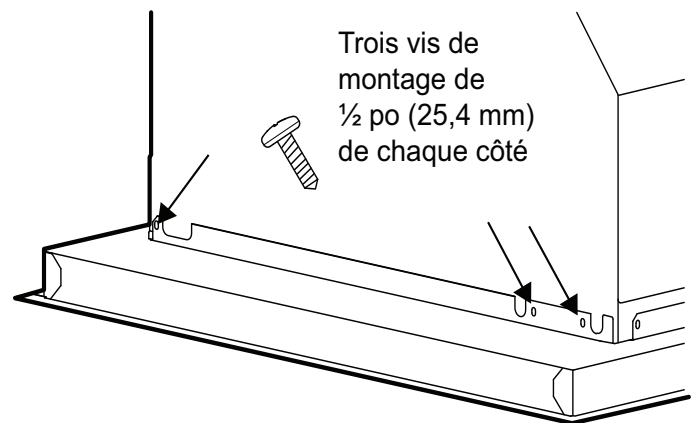
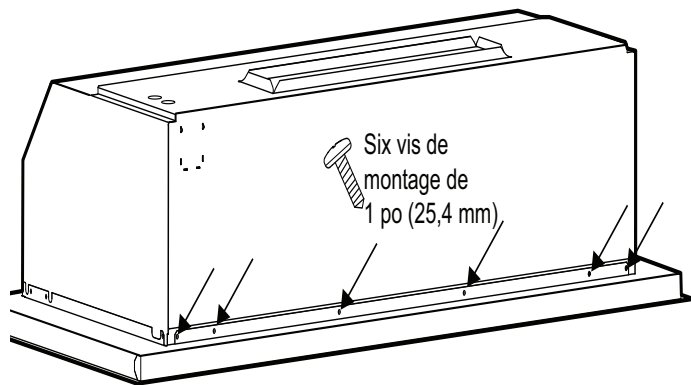

Figure 34 : Fixation des côtés du revêtement protecteur
Figure 35 : Vis arrière
- b) Placez le revêtement à ras le bas du boîtier. Fixez-le en place à l'aide de dix-huit (18) vis de $\frac{3}{8}$ po (9,5 mm), comme illustré sur la Figure 34 et la Figure 35.